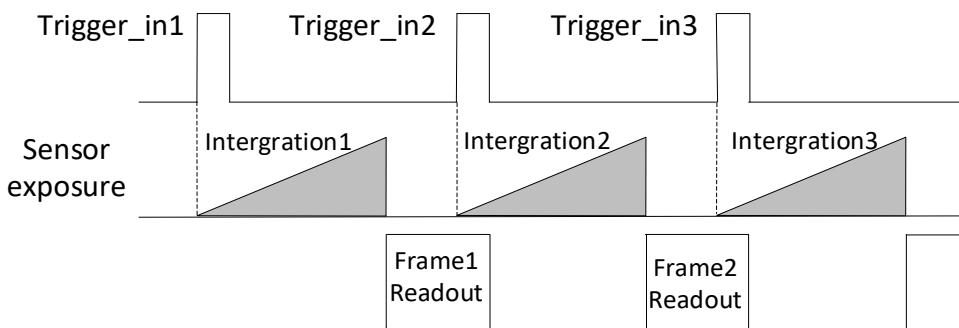

图4-18 第2帧正常处理时序
- 若第 2 个触发信号第 1 帧图像的曝光结束时间不早于相机当前第 1 个触发信号最后 1 帧的出图时间，则第 2 个触发信号第 1 帧图像正常出图，如图 4-18 所示。